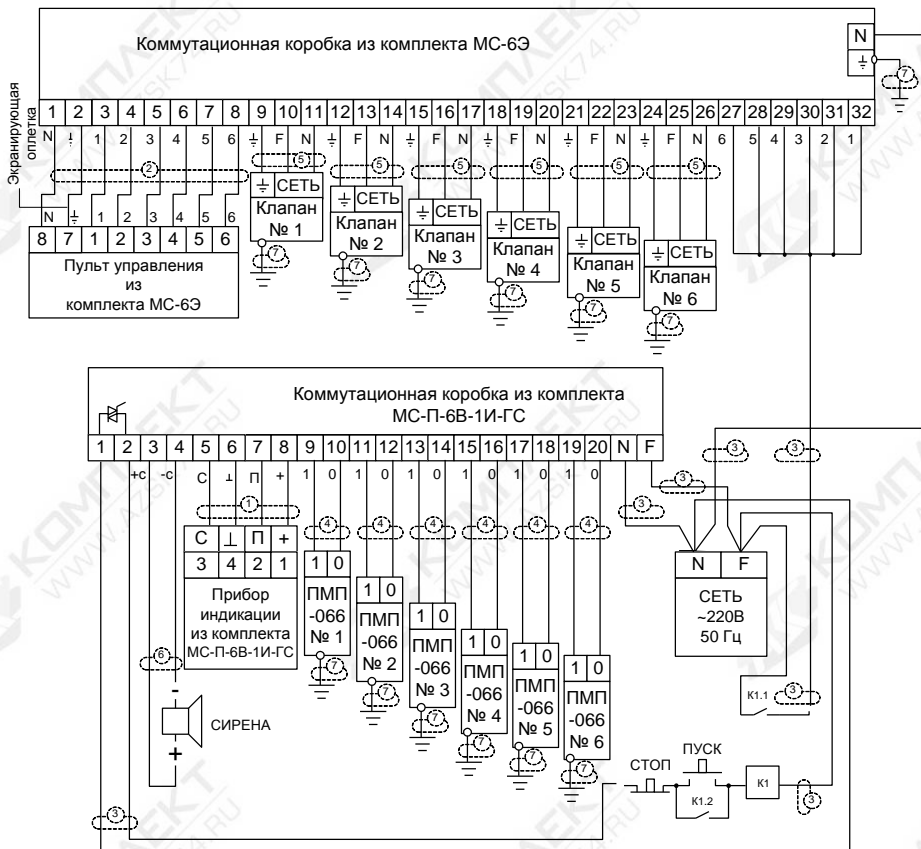

Рисунок 7 – Схема соединений прибора при использовании электромагнитных клапанов с дистанционным управлением Ду80 и пульта управления клапанами МС-6Э
- включить реле **К1**, коммутирующее питание клапанов, кнопкой «ПУСК» (рисунок 7);